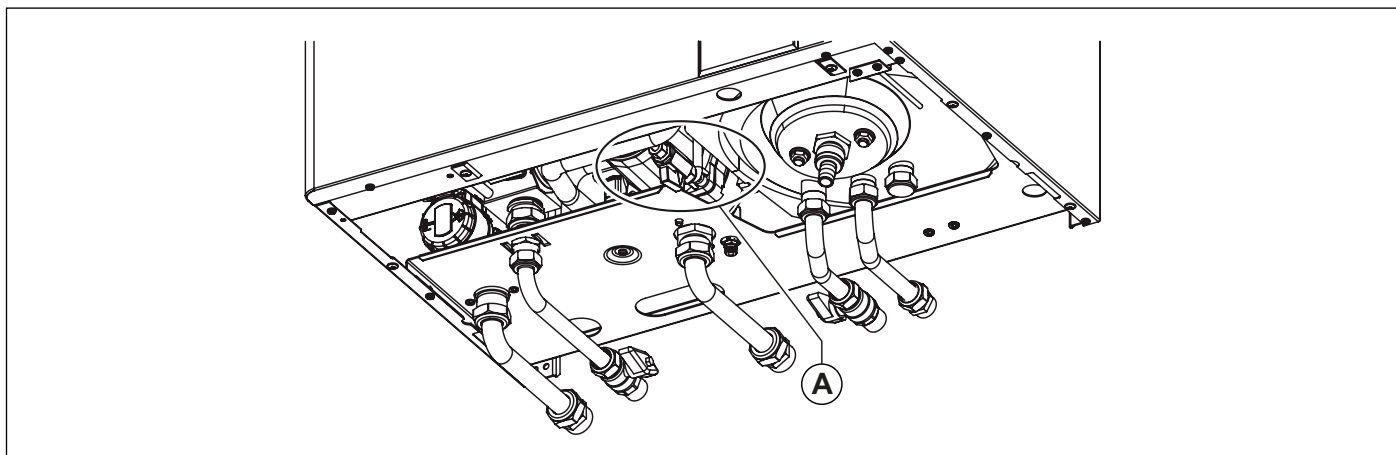

Fig. 2 Robinets de remplissage
Au cas où l'erreur **E04** de signalisation de blocage pour pression installation insuffisante clignoterait (ce qui signale l'intervention du pressostat eau de sécurité), il faudra effectuer le remplissage du système en agissant sur le robinet d'adduction d'eau Fig. 2 Robinets de remplissage. L'erreur **E04** est affichée quand la pression du circuit descend au-dessous de la valeur de 0,4 bar et l'erreur est automatiquement remise à zéro quand la pression du circuit atteint le seuil de 1,0 bar. La valeur de la pression dans la chaudière froide doit être de 1÷1,3 bar.
- tourner la poignée du robinet de charge Fig. 2 Robinets de remplissage dans le sens inverse des aiguilles d'une montre pour permettre l'entrée de l'eau dans la chaudière ;